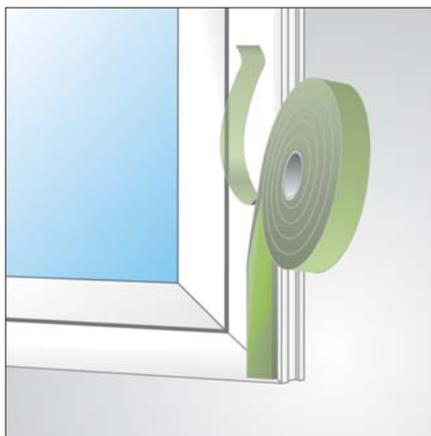

рис.1. Отделить защитную полосу
- Перед монтажом окна снять защитную бумагу и закрепить ленту с помощью самоклеящейся полосы на окне или на строительном блоке с напуском в 1 см (Рис.1).